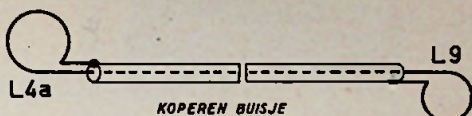

Fig. 4 - Uitvoering van de luskoppeling tussen oscillator- en menggedeelte
- L4a = 1 wdg, midden tussen windingen van L4 (zie ook fig. 4).
- L9 = 1 wdg aan koude zijde van L4. De draad wordt via een koperen buisje gevoerd naar de mengbuis roosterspooel waar ook een lusje van één winding wordt gevormd, zie fig. 4.